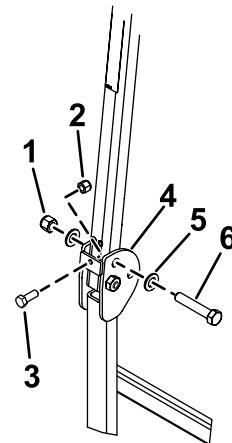

Figura 17
3. Insira uma anilha (13/16 pol. x 1½ pol.) em cada parafuso (¾ pol. x 4 pol.), como se mostra na Figura 17.
4. Nos furos de onde removeu os pinos, instale os parafusos e as anilhas (Figura 17).
5. Instale outra anilha em cada parafuso e prenda com porcas ($\frac{3}{4}$ pol.), como se mostra na Figura 17. Aperte as porcas com uma força de 323 a 396 N·m.
6. Instale o parafuso ($\frac{3}{8}$ -16 x 1 pol. ou $1\frac{1}{4}$ pol.) com uma porca de retenção (os parafusos e porcas de retenção não são fornecidos) na placa rosada em ambos os lados da parte inferior da barra de segurança, na área da dobradiça (Figura 17). Aperte os parafusos até estarem apertados contra o tubo da barra de segurança superior e aperte a porca de retenção.
7. Aperte o parafuso da articulação ROPS (Figura 17) com 91 a 113 N·m para evitar qualquer oscilação da barra de segurança e toldo.